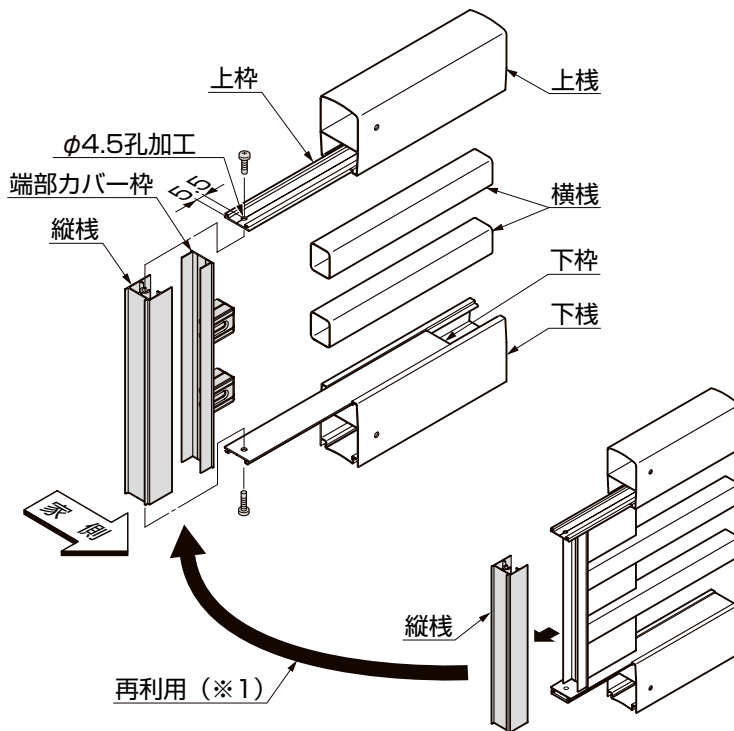

図3-5 切詰めた余りの本体
③切詰めた余りの本体から、縦棧を外してください。(図3-5参照)